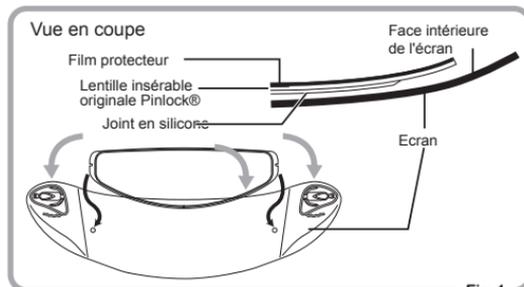

Fig.1
- ① Appliquez le côté de la lentille insérable originale Pinlock® qui est muni d'un joint en silicone sur la face intérieure de l'écran, sans enlever le film protecteur recouvrant la lentille. En même temps, appliquez la lentille insérable originale Pinlock® sur la face intérieure de l'écran en l'encliquetant dans les broches excentriques. (Fig. 1 et 2)